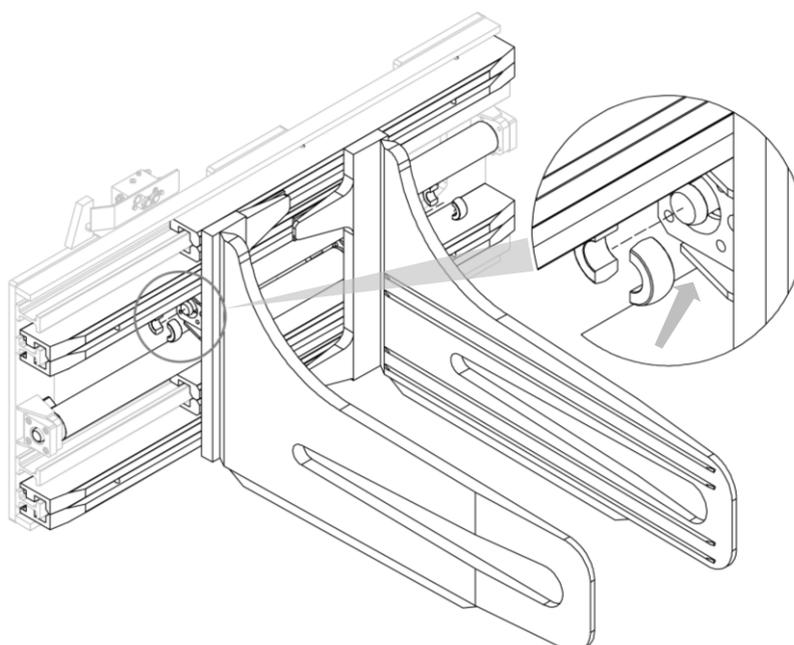

Figura 8
3. Instalar los collares de bloqueo (mira *Figura 8*).